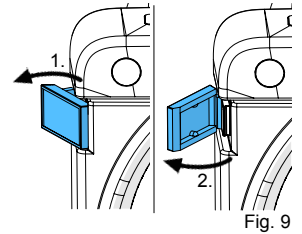

Fig. 9
- Desfaceti incuietoria usii (Fig. 9).
- Scoateti cheia Allen (22) din suport.
- Scoateti protectia (15).
- Slabiti surubul de fixare (16), si scoateti discul.
- Pozitionati un nou disc pe cuiul spintecat (17).
- Deschideti incuietoria usii (Fig. 9), scoateti usa si puneti-o deoparte.
- Insurubati unealta de desurubat (11) in flansa (23) pana la iesirea flansei.